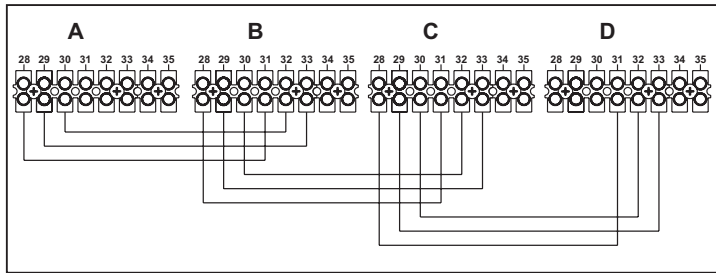

fig. 24 - Conexión en cascada
1. Conectar los módulos como se indica en fig. 24 (**ejemplo con cuatro módulos**)
Si el funcionamiento no es correcto, desconectar la alimentación eléctrica y controlar el cableado en fig. 24.